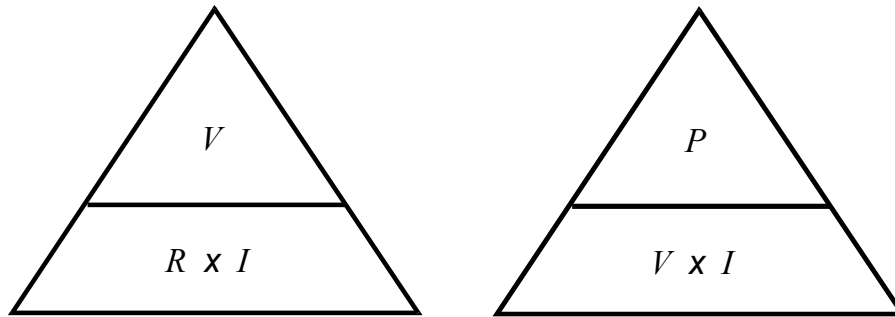

Fig.6 Triângulo da Lei de Ohm e da potência.
1. Coloca-se lado a lado os dois triângulos, como mostrado na **Fig.6**